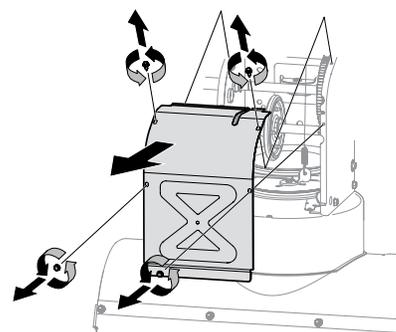

Figure 4-4
châssis. Voir Figure 4-4.
5. Retirez les vis autotaraudeuses qui fixent le couvercle du châssis sous l'appareil, puis retirez le couvercle du châssis. Voir Figure 4-4.
3. Retirez les quatre vis autotaradeuses qui fixent le couvercle du châssis sous l'appareil, puis retirez le couvercle. Voir Figure 4-4.